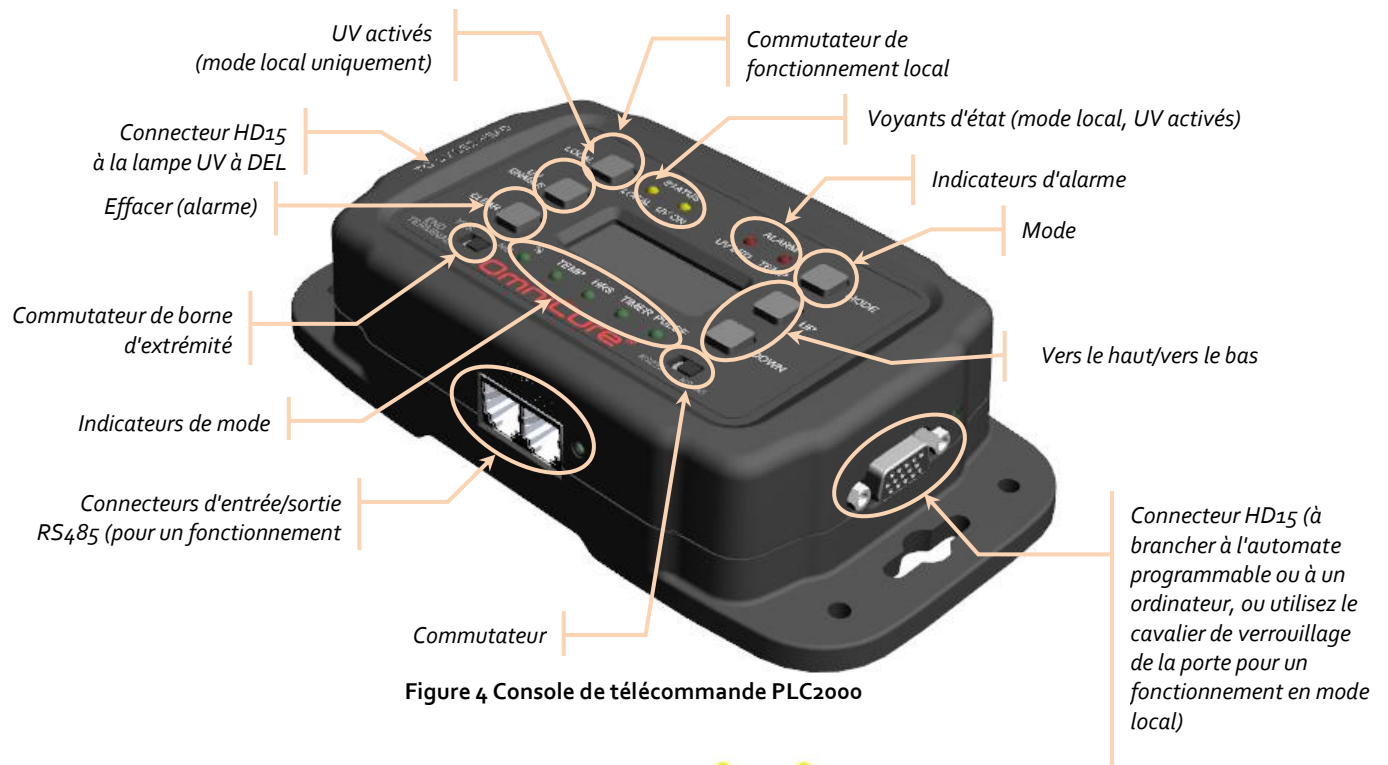

Figure 4 Console de télécommande PLC2000
- c) Fixez l'extrémité femelle de la broche courte au connecteur d'E/S de l'automate sur la console de l'automate (voir Figure 4).
4. Branchez le connecteur de bouclage de l'automate programmable au port d'interconnexion de l'automate programmable (voir Figure 4).
6. Ajustez l'intensité à l'aide des boutons de réglage Vers le haut et Vers le bas situés sur le côté droit de l'écran (voir Figure 4), pour augmenter ou diminuer l'intensité. Reportez-vous à la Section 7, « Utilisation de la lampe UV à DEL ».
7. Un voyant DEL s'allume sur le panneau de commande pour indiquer une température excessive ou un défaut de fonctionnement des DEL UV. Pour l'effacer, appuyez sur le bouton Acquitter le défaut (voir Figure 4).